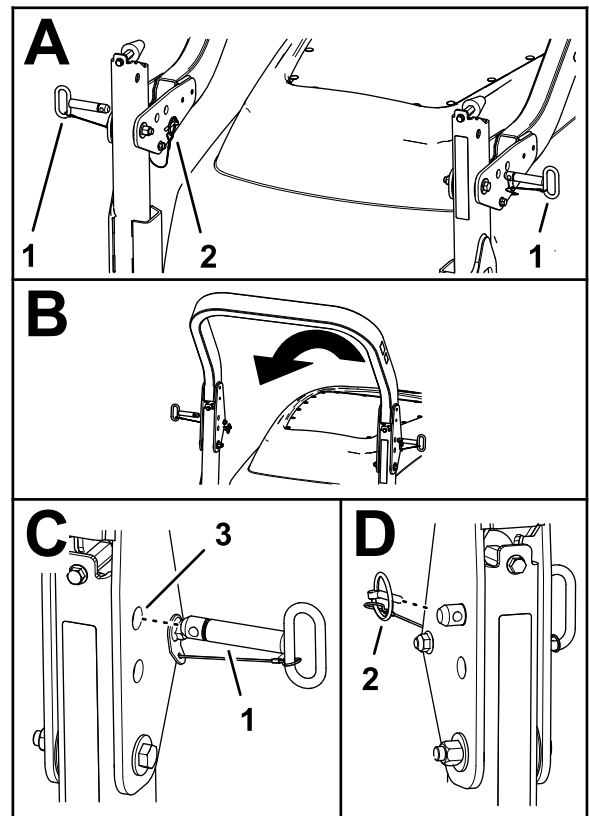

図 63
2. ROPS の左右で ROPS バーのピンを固定しているリンチピンを外す 図 63。